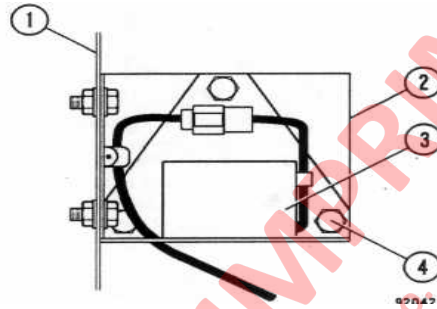

FIGURA 20-13. INCLINOMETRO
2. Saque los tres pernos, tuercas y golillas de seguridad (4, Figura 20-13) y el inclinómetro (3).
1. Instale el inclinómetro (3, Figura 20-13) con los pernos, tuercas y golillas de seguridad (4).
2. Suelte los tres pernos de montaje del inclinómetro (4, Figura 20-13) y gire el inclinómetro hasta que se pueda medir un rango de voltaje de 2.6 ± 0.1 volts (usando un voltímetro - ohmímetro) en los pines 1 y 2 del conector del arnés eléctrico del inclinómetro.
3. Apriete todos los pernos (4, Figura 20-13) al torque estándar cuando termine el ajuste.